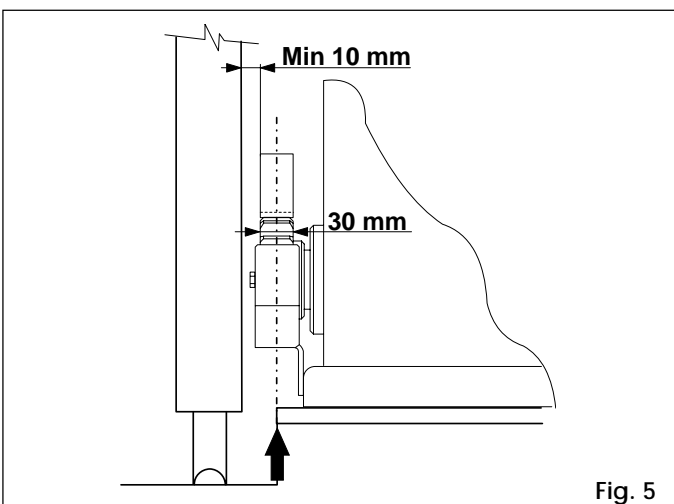
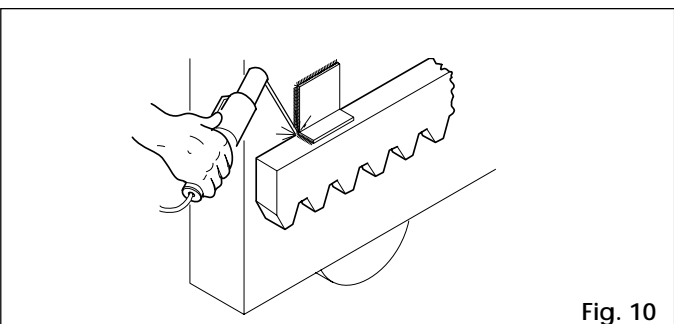

Fig. 5
Fig. 10
Para las cotas de emplazamiento, consultar la fig. 5.
- 3) Regular la altura de las patas de forma que el motorreductor quede elevado a 1 cm de la placa, y también la distancia a la cancela (fig. 5 y 9).
**Importante:** para fijar la cremallera a la hoja, es necesario construir soportes especiales según el tipo de cancela. En la fig. 10 se ilustra un ejemplo de soporte en "L". Para la posición de los soportes, consultar las fig. 5 y 9.